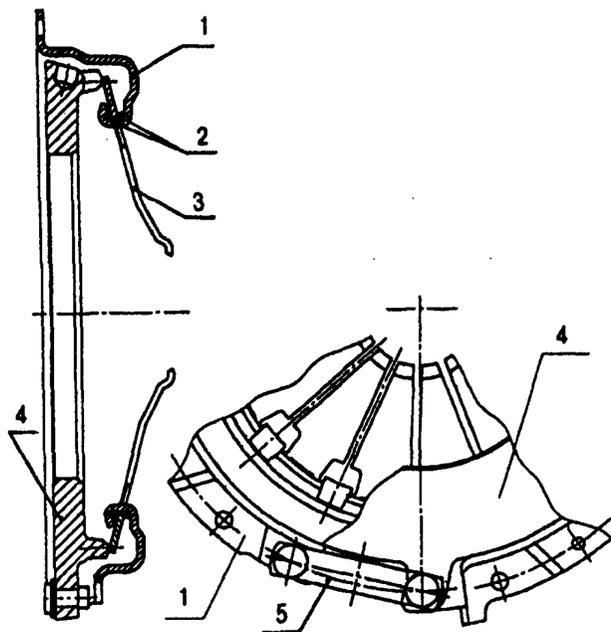

Рис. 7.2. Ведущий диск сцепления в сборе: 1 - кожух; 2 - опорное кольцо; 3 - нажимная диафрагменная пружина; 4 - нажимной диск; 5 - соединительные пластины
**Ведущий диск.** Кожух сцепления 16 закреплен на маховике коленчатого вала двигателя шестью центрирующими (специальными) болтами. Усилие нажимной диафрагменной пружины 9 создает необходимую силу трения на поверхностях фрикционных накладок и обеспечивает передачу крутящего момента от маховика через нажимной диск 8, кожух и соединительные пластины 5 (рис. 7.2) на ведомый